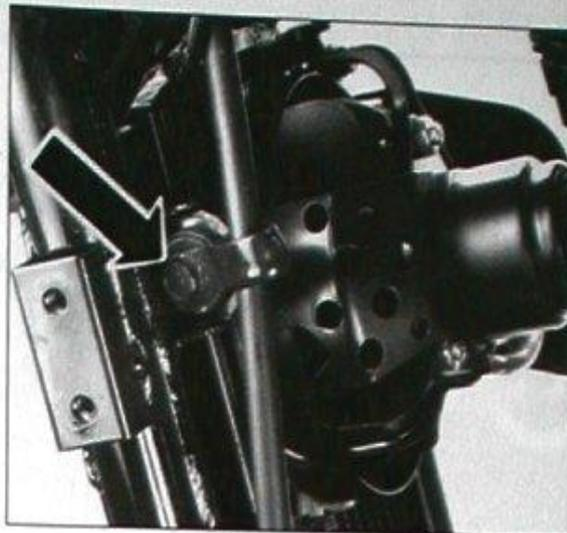

Bild 131
- Stecker vom Lüfterschalter (2) abnehmen.
- Zwei Befestigungsschrauben ausdrehen und Kühler vom Rahmen abnehmen (Bild 131).